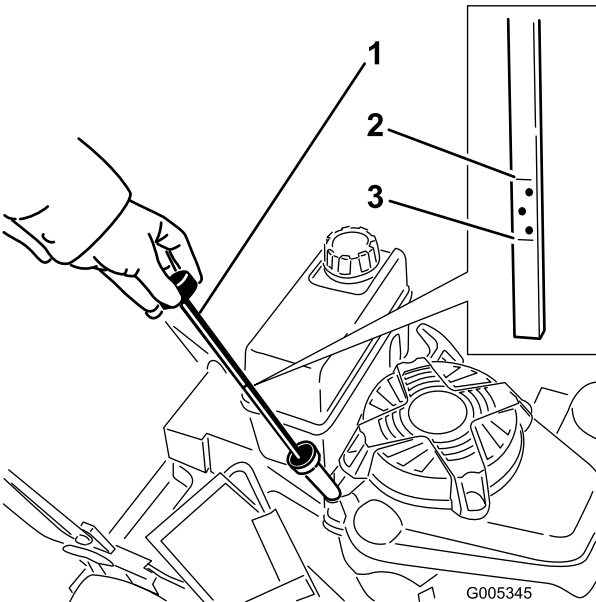

Figura 11
Antes de cada uso, compruebe que el nivel de aceite está entre las marcas Añadir y Lleno de la varilla (Figura 11).
2. Limpie alrededor de la varilla (Figura 11).
6. Observe en la varilla el nivel de aceite (Figura 11).